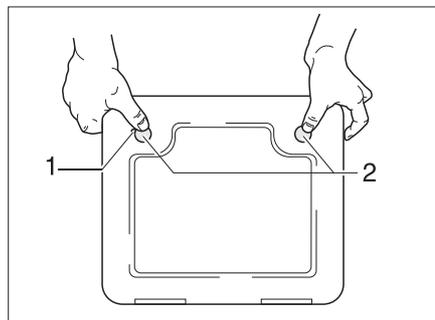

Bild 159 Klappe für die Toiletten-Kassette
- Die Klappe für die Kassette außen am Fahrzeug öffnen. Dazu den Schlüssel in den Schließzylinder des Druckschlusses (Bild 159,1) stecken und eine viertel Umdrehung drehen.
- Beide Druckschlösser (Bild 159,2) gleichzeitig mit dem Daumen drücken und die Klappe für die Kassette öffnen.